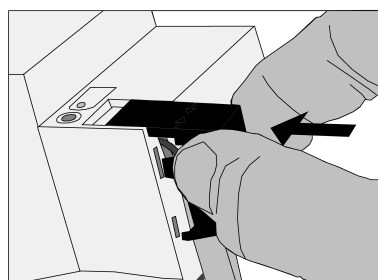

Figura 7: Applicazione della calotta di copertura
- Applicare la calotta di copertura sul morsetto del bus e farla scattare in posizione (Figura 7).